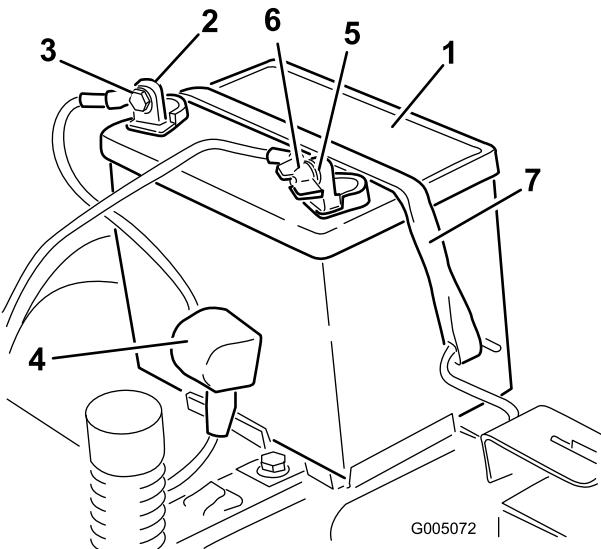

Figura 46
4. Desligue o cabo negativo (preto) do pólo da bateria (Figura 46). Guarde todos os parafusos e porcas.
5. Deslize a cobertura de borracha para cobrir o cabo positivo (vermelho). Desligue o cabo positivo (vermelho) do pólo da bateria (Figura 46). Guarde todos os parafusos e porcas.
6. Retire o suporte da bateria (Figura 46) e levante a bateria para a retirar da respectiva plataforma.
1. Posicione da bateria no tabuleiro (Figura 46).
5. Prenda a bateria ao suporte (Figura 46).